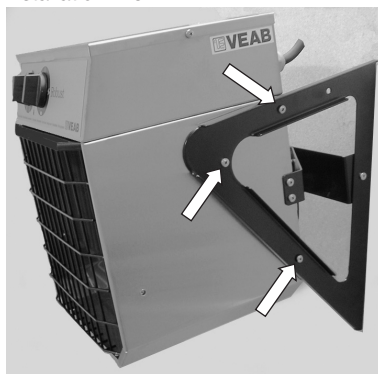

Fig 2
2. Puis dévisser les vis de la console sur le côté du ventilateur, voir figure 2.